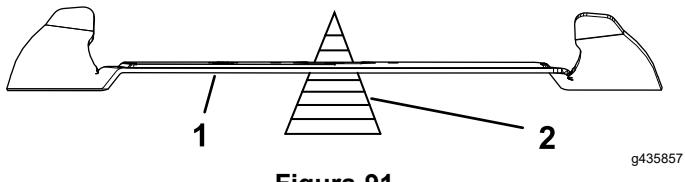

Figura 91
2. Controllate l'equilibrio della lama collocandola su un bilanciatore (Figura 91).
**Nota:** Se la lama è sbilanciata, limate parte del metallo dall'estremità pesante della lama solo nell'area della costa (Figura 91).